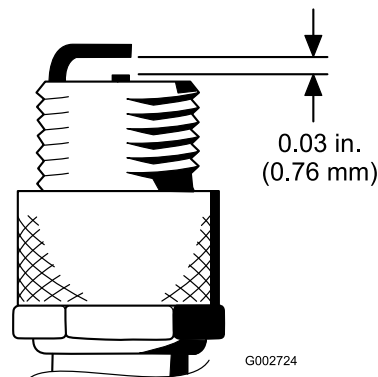

Figura 43
4. Verificate che la distanza tra gli elettrodi centrale e laterale sia 0,76 mm come mostrato in Figura 43